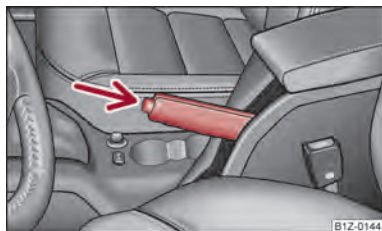

Fig. 101 Consola central: Freno de mano
- Tire de la palanca del freno de mano un poco hacia arriba y pulse **simultáneamente** el botón de bloqueo ⇒ fig. 101.